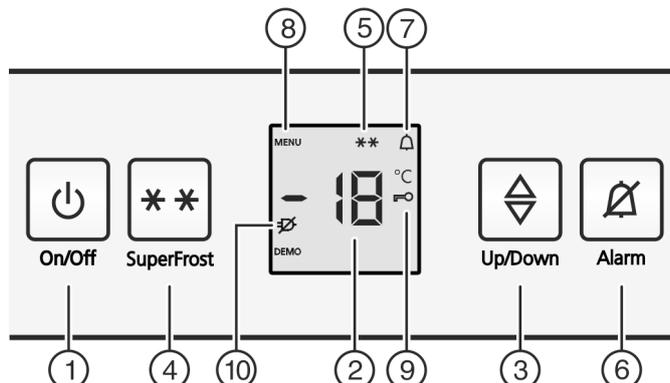

Fig. 2
- ▶ Taste On/Off *Fig. 2 (1)* drücken.
- ▶ Einstellmodus aktivieren: Taste SuperFrost *Fig. 2 (4)* ca. 5 Sekunden drücken.
- ▶ In der Anzeige wird das Symbol Menu *Fig. 2 (8)* angezeigt.
- ▶ Mit der Taste SuperFrost *Fig. 2 (4)* kurz bestätigen.
- ▶ Das Symbol Kindersicherung *Fig. 2 (9)* leuchtet in der Anzeige.
- ▶ Die Taste On/Off Fig. 2 (1) kurz drücken.
- ▶ Einstellmodus aktivieren: Taste SuperFrost Fig. 2 (4) ca. 5 Sekunden drücken.
- ▶ In der Anzeige wird das Symbol Menu Fig. 2 (8) angezeigt.
- ▶ Mit der Taste SuperFrost Fig. 2 (4) kurz bestätigen.